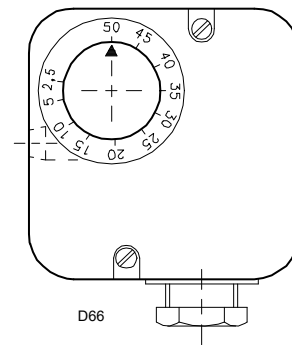

Fig. 25
- Regular el presostato gas de máxima al final de la escala (Fig. 25).